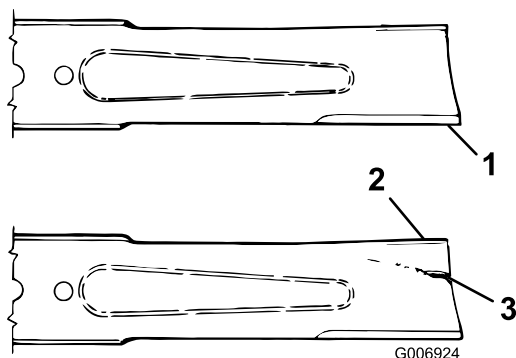

Figure 75
- Examinez attentivement les tranchants de la lame, particulièrement au point de rencontre des parties plane et relevée (Figure 75). Remplacez la lame si elle est usée (Figure 75) ; voir Dépose de la lame (page 62)..